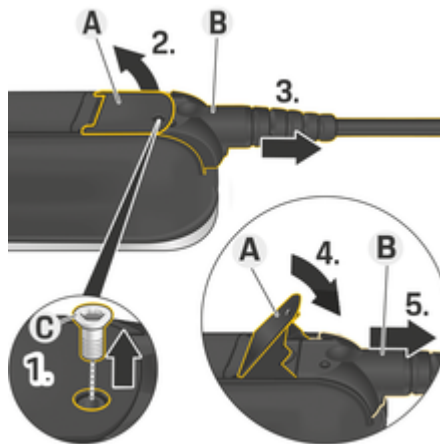

Fig. 125: Desligar cabos
1. Retire o parafuso **C** (Fig. 125) com uma ferramenta adequada.
2. Levante alavanca **A** (Fig. 125).
3. Puxe a ficha **B** (Fig. 125) para fora até sentir resistência.
4. Feche a alavanca **A** (Fig. 125).
5. Puxe a ficha **B** (Fig. 125) completamente para fora.